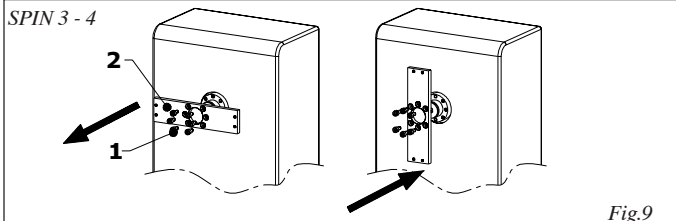

Fig.9
- Die Schrauben entfernen, die den Balkenhalterfeller, Bez. 1 - Abb. 9 und 10, befestigen.
- Den Balkenhalterfeller, Bez. 2 - Abb. 9 und 10, um 90° drehen.